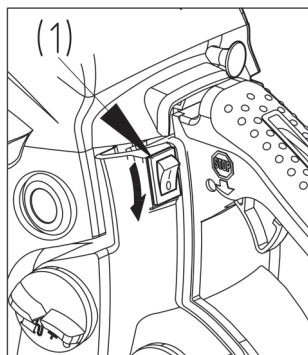

Рис. 13
2. Переведите выключатель двигателя в положение «0» (рис. 13 поз. 1).